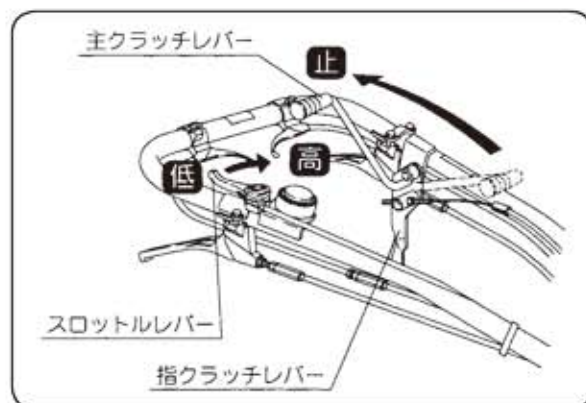

図20
- ② 低速から高速に切替え操作は主クラッチを一旦切ってからおこなってください。（図20）
- ③ 高速の【前進】の切替え操作は主クラッチを一旦切ってからおこなってください。（図20）